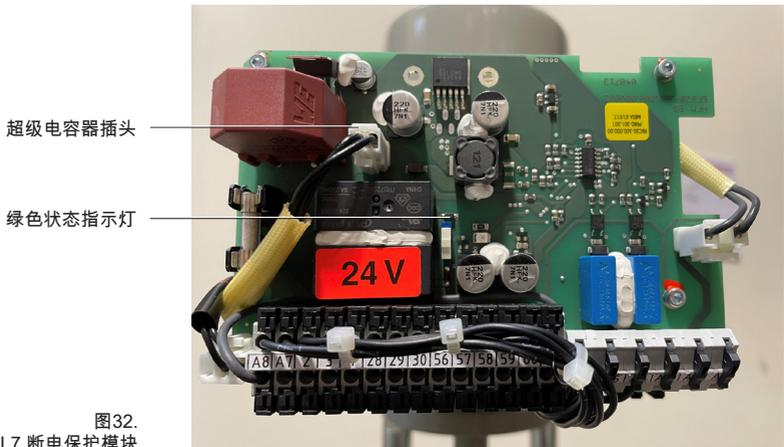

图32.
- 识别并断开超级电容器插头与断电保护模块电路板的连接（图 32）